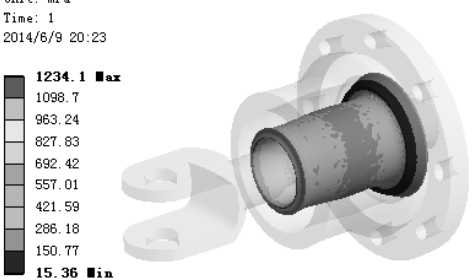

图 7.10.12 应力结果图解 (shaft-bush)
(5) 查看 shaft-bush 零件应力结果图解。在“Outline”窗口中选中  Equivalent Stress 3，查看图 7.10.12 所示的零件 shaft-bush 的应力结果，其最小应力为 15.36 MPa，其最大应力为 1234.1MPa。